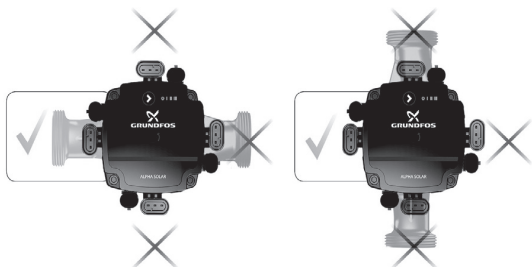

Рис. 7 Расположение головной части насоса
2. Головная часть насоса должна всегда быть расположена так, чтобы разъёмы для подключения питания и ШИМ-сигнала находились в положении 9-и часов. (см. рис.7). Более подробно об изменении положения головной части см. в разделе *8.3 Изменение положение головной части насоса*.